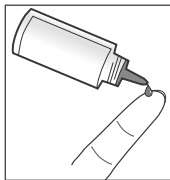

Figura 19
4. Vuelva a oprimir la botella para que salga una segunda gota sobre una superficie no absorbente limpia o sobre la yema de un dedo limpio. Consulte la figura 19.